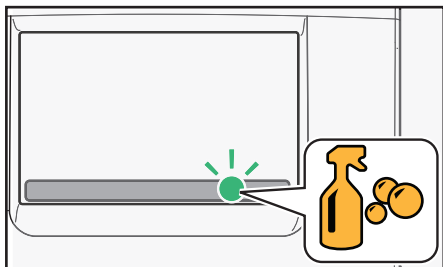

図5.2 - 洗浄アイコン
画面に洗浄アイコンが表示されたら、クリーニングプログラムをスタートさせてください(図 5.2)。
- ・洗浄が必要になったら、タッチスクリーンに表示される洗浄アイコンをタッチします(図 5.2)。
- 徹底クリーニングが必要になったら、タッチスクリーンに表示される洗浄アイコンをタッチします (図 5.2)。